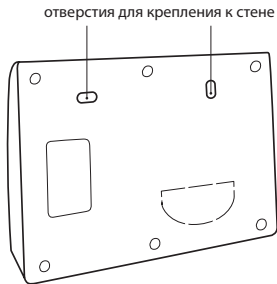

Рис. 5. Вид модуля управления Neptun ProW сзади
2. Закрепите корпус прибора на ровной поверхности, например на стене при помощи двух саморезов 3,0×25 мм (рис. 5).